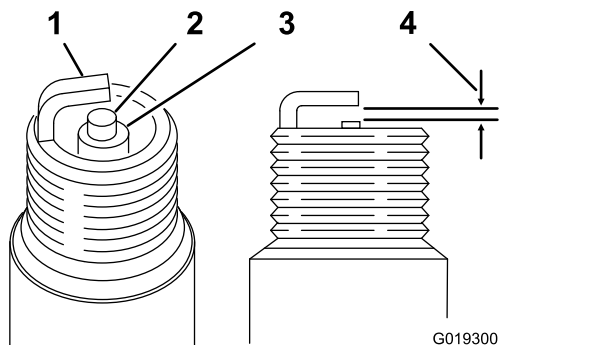

Bild 34
3. Stellen Sie den Abstand auf 0,6 mm bis 0,7 mm ein, wie in Bild 34 abgebildet. Setzen Sie die Zündkerze mit korrektem Abstand ein und ziehen sie bis auf 23 Nm an.